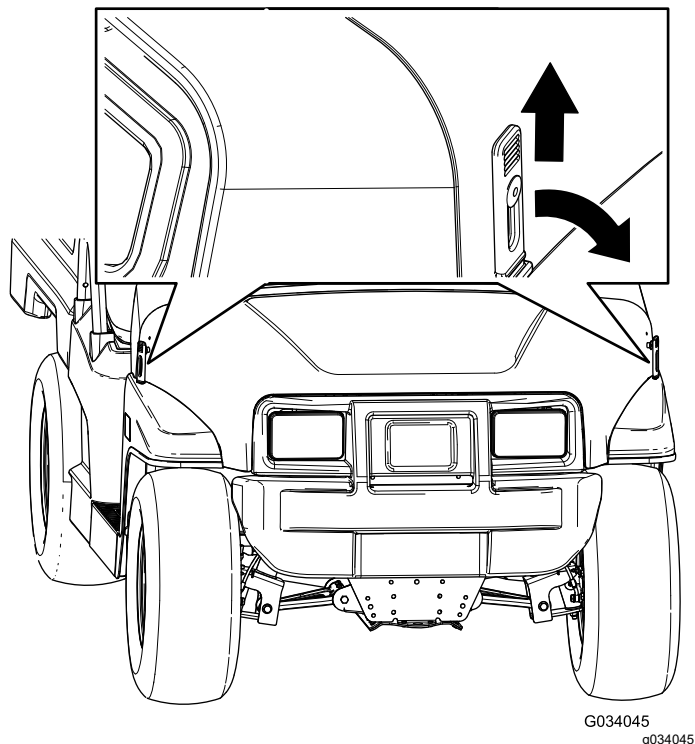

图 25
1. 向上提起机罩两侧橡胶门锁上的手柄图 25。
2. 将橡胶门锁与机罩两侧的锁锚对齐固定机罩图 25。